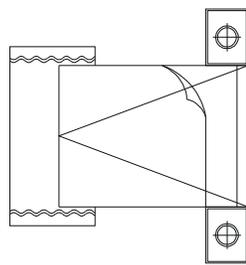
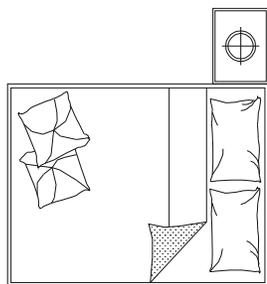
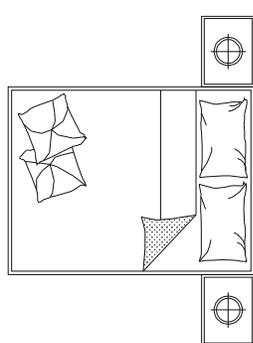

图 3-1-20
图 3-1-26
图 3-1-27
绘制完成后的双人床，如图 3-1-20 所示。
**STEP 07** 使用复制命令 COPY 将如图 3-1-20 所示的床头柜复制一个放在如图 3-1-26 所示的位置。
**STEP 08** 使用镜像命令 MIRROR (MI) 将如图 3-1-26 所示的床头柜镜像一个放在床的另一边，如图 3-1-27 所示。